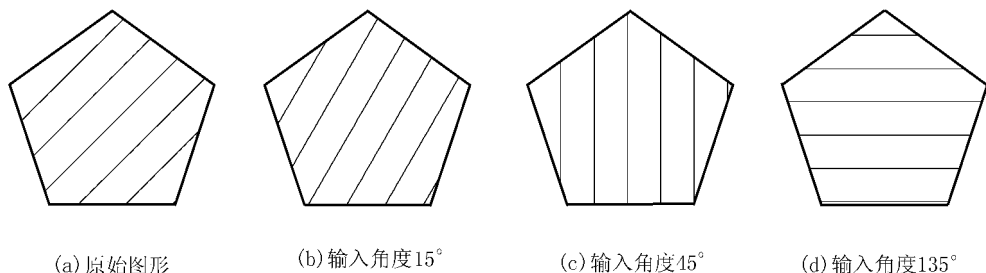

图 2-27 改变角度时的剖面线
- (1)“角度”下拉列表框:设置填充图案的旋转角度(默认值为0),效果如图 2-27 所示。